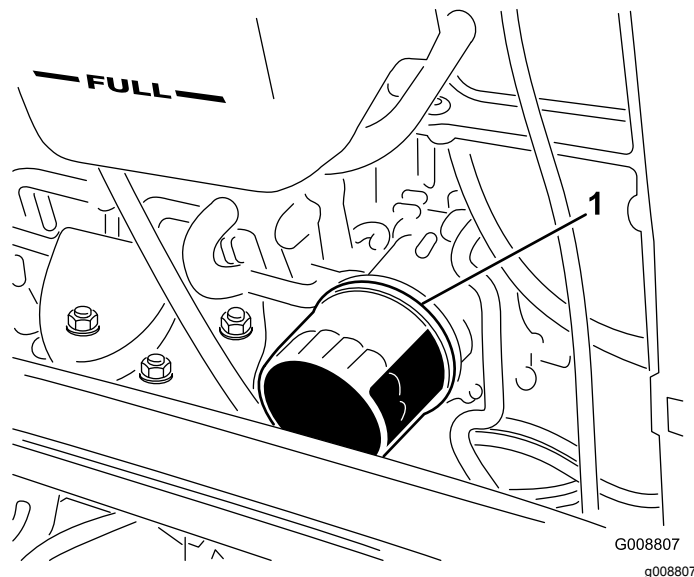

Рисунок 54
4. Снимите масляный фильтр (Рисунок 54).